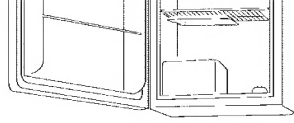

fig. 3
- Para descongelar el congelador, retire los alimentos y la charola para cubos de hielo del compartimiento del congelador. Su modelo puede requerirle colocar la bandeja del goteo bajo sección del congelador (véase fig. 3). Para descongelar, gire dial de control de temperatura a la posición de "OFF" (Apagado). La descongelación generalmente se lleva a cabo en unas cuantas horas. Para descongelar más rápido, mantenga la puerta abierta y coloque un recipiente con agua tibia dentro del refrigerador.